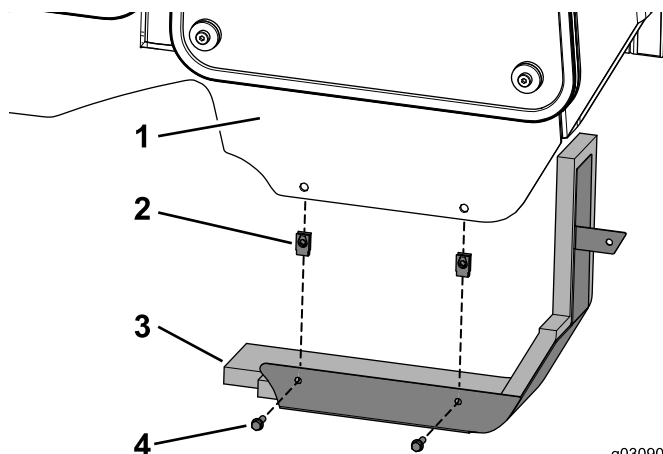

Bild 26
1. Bringen Sie die zwei Klemmmuttern am Kabinenrahmen an (Bild 26).
2. Befestigen Sie die Platte mit den zwei Schrauben (1/4" x 3/4") an der Kabine, wie in Bild 26 abgebildet.